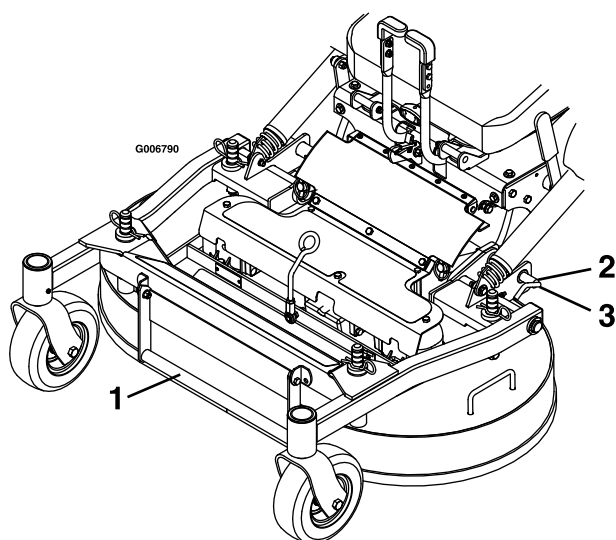

Figure 19
2. Dégagez les goupilles de verrouillage de chaque côté du tablier de coupe (Figure 19).
2. Poussez les goupilles de verrouillage vers l'intérieur et tournez-les vers l'avant pour verrouiller solidement le tablier en position abaissée (Figure 19).